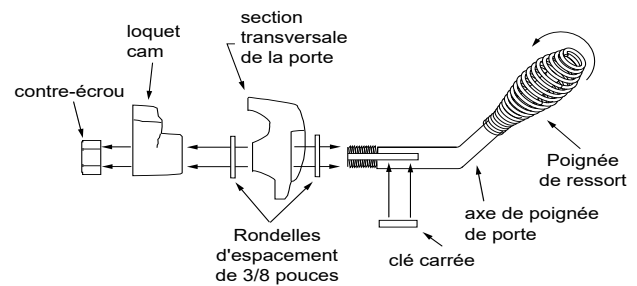

Figure 22.2
3. Placez une deuxième rondelle comme illustré à la figure 22.2.